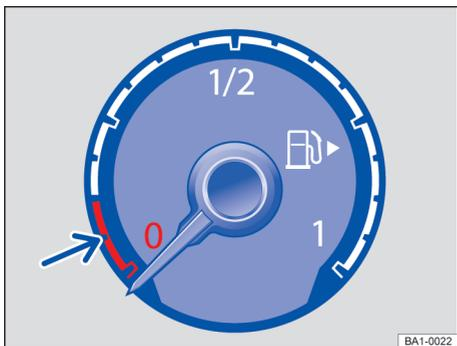
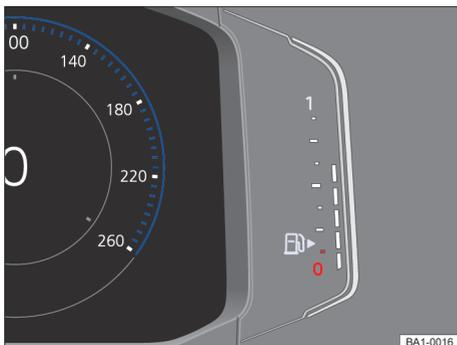

Fig. 15 Indicador do nível de combustível no instrumento combinado.
Fig. 16 Indicador do nível de combustível no Active Info Display.
- *Veículos com instrumento combinado digital:* adicionalmente, um diodo luminoso vermelho pisca junto ao indicador do nível de combustível → Fig. 16.
📌 A pequena seta ao lado do símbolo da bomba de combustível no mostrador → Fig. 15 ou → Fig. 16 indica de que lado do veículo está a portinhola do tanque. ◀